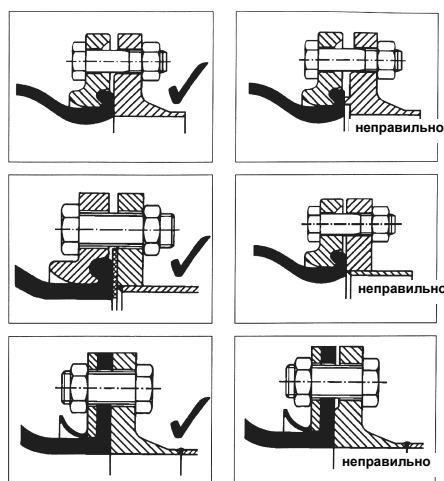

Рисунок 3 Противоположные к резиновым компенсаторам фланцы трубопровода
2.20 Резиновые компенсаторы с фланцевым присоединением предъявляют особые требования к противоположным фланцам трубопровода. Поверхности уплотнения должны быть ровными и чистыми. Фланцы с пазами и пружинами не допускаются. На резиновые уплотняющие поверхности не должны давить концы труб и фланцев с острыми кромками, поскольку они разрежут резину (см. рис. 3 слева).